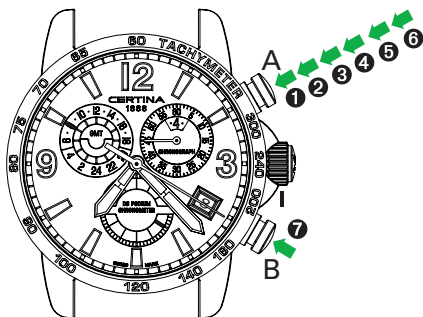

Рис. 2
**Считывание показаний 2 (см. рис. 2)**